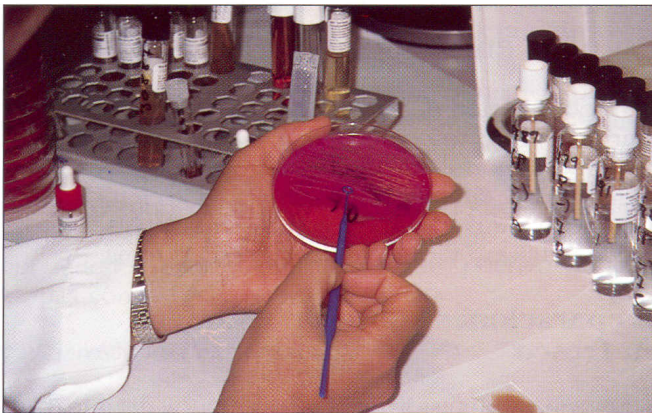

Fig. 1. Aislamiento en placa.
- Se siembra en un medio sólido: agar sangre. Con el asa bacteriológica se hace una estría en la placa y ésta se extiende en zigzag sobre la cuarta parte de la superficie. El asa se flamea para eliminar las bacterias que queden en ella. Se deja enfriar y se efectúa un segundo pase con el asa iniciándolo en la zona que se ha agotado primero y terminando lejos de ella, el proceso se repite otra vez y de este modo logramos obtener colonias aisladas (fig. 1). El objetivo es identificar colonias distintas.